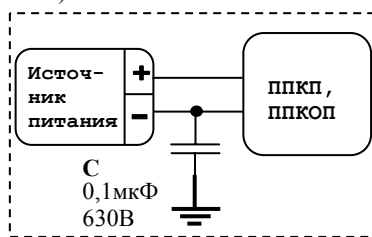

Рисунок 3
**ВНИМАНИЕ!!! В ЦЕЛЯХ ПОВЫШЕНИЯ ПОМЕХОУСТОЙЧИВОСТИ СИСТЕМЫ ПОЖАРНО-ОХРАННОЙ СИГНАЛИЗАЦИИ МИНУСОВОЙ ПРОВОД ИСТОЧНИКА ПИТАНИЯ ППКП (ППКОП) РЕКОМЕНДУЕТСЯ ЗАЗЕМЛЯТЬ ЧЕРЕЗ НЕПОЛЯРНЫЙ КОНДЕНСАТОР ЕМКОСТЬЮ  $0,1-0,47 \text{ мкФ} \times 400 \text{ В}$  (ИЛИ БОЛЕЕ). НАПРИМЕР: К73-17,  $0,1 \text{ мкФ}$ ,  $630 \text{ В}$  (см. рисунок 3).**